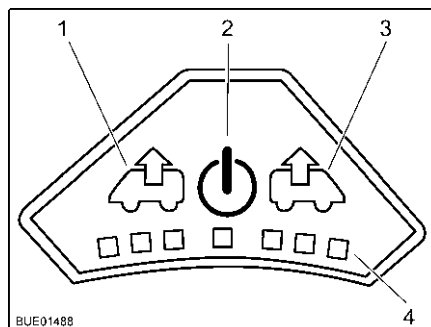

Fig. 118 Quadro comandi del ventilatore
- Accensione:** ■ Premere il tasto On/Off (Fig. 118,2). Il ventilatore funziona in modalità comfort (sfiato al numero di giri minimi del ventilatore).
- Sfiato:** ■ Per aumentare il numero di giri del ventilatore: Premere il tasto Sfiato (Fig. 118,1). Il numero di giri del ventilatore aumenta di uno stadio in direzione sfiato. I LED (Fig. 118,4) indicano gli stadi di commutazione.
■ Per ridurre il numero di giri del ventilatore: Premere il tasto Aerazione (Fig. 118,3). Il numero di giri del ventilatore si riduce di uno stadio.
- Aerazione:** ■ Per aumentare il numero di giri del ventilatore: Premere il tasto Aerazione (Fig. 118,3). Il numero di giri del ventilatore aumenta di uno stadio in direzione aerazione. I LED (Fig. 118,4) indicano gli stadi di commutazione.
■ Per ridurre il numero di giri del ventilatore: Premere il tasto Sfiato (Fig. 118,1). Il numero di giri del ventilatore si riduce di uno stadio.
- Spegnimento:** ■ Premere il tasto On/Off (Fig. 118,2). Il ventilatore si ferma, i LED si spengono.